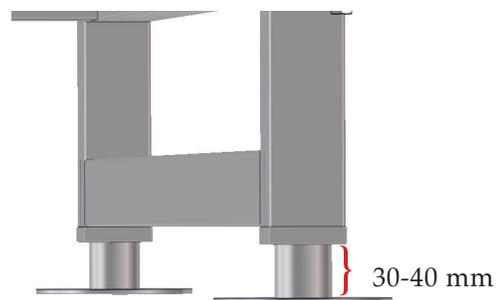

Imagen 2
2. Coloque el horno en el suelo. Ajuste las cuatro patas exteriores, situadas en las esquinas exteriores del bastidor de la base. Comience con una altura de 32 mm (consulte la imagen 2) para nivelar el horno de lado a lado y de delante hacia atrás (consulte la imagen 3).
**ATENCIÓN:** Las medidas de las patas ajustables van desde la parte superior de la brida hasta el bastidor cuadrado (consulte la imagen 2). Si las medidas superan los 40 mm de altura y suelo no es estable ni está a nivel, podría ocurrir lo siguiente: